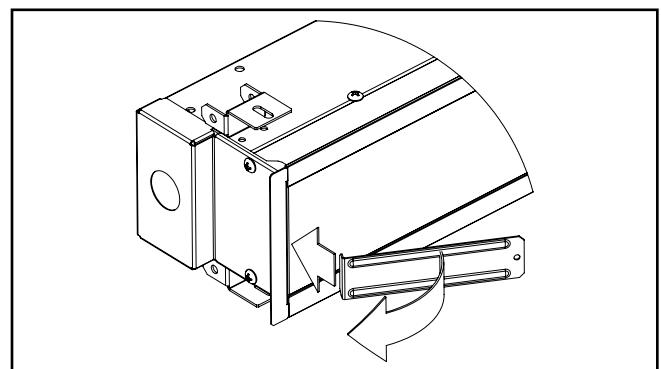

Figure 4.
- Une fois que les capuchons d'extrémité sont retirés, faites glisser la lentille vers l'extérieur des extrémités ouvertes pour la retirer ou enlevez-la à l'aide de l'outil de retrait de la lentille en forme de L fourni avec le luminaire. Pour retirer la lentille à l'aide de l'outil de retrait, placez l'outil dans l'espace qui se trouve entre la lentille et le capuchon d'extrémité situé sous celle-ci et dégagiez-la. Voir la figure 4.